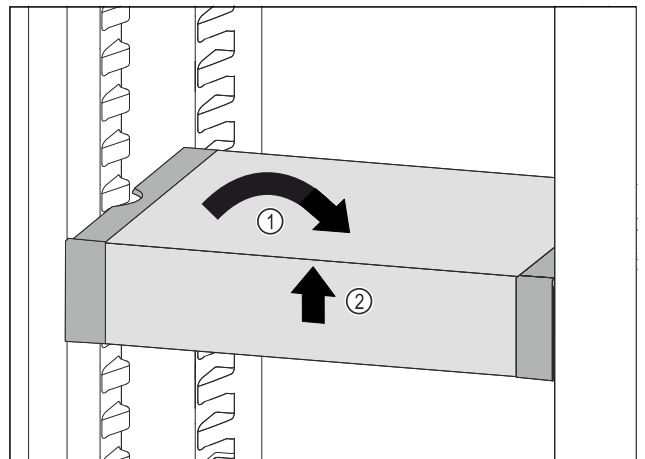

Fig. 93
- ▶ VarioSafe recht zetten. Fig. 93 (1)
- ▶ VarioSafe aan voorkant optillen. Fig. 93 (2)